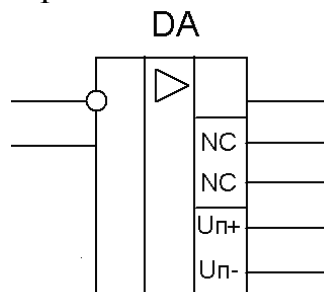

Рис. 1. Обозначение ОУ на схемах
Операционный усилитель (ОУ; англ. operational amplifier, OpAmp) — усилитель постоянного тока с дифференциальным входом, имеющий высокий коэффициент усиления [1, с. 118]. В настоящее время ОУ широко применяются в виде отдельных чипов и функциональных блоков в составе более сложных интегральных схем. На основе ОУ можно построить различные электронные узлы, характеристики которых определяются в основном цепями обратной связи. Такая особенность ОУ существенно упрощает проектирование электронных схем. Обозначение ОУ на схемах показано на рис. 1.
На рис.1 с левой стороны инвертирующий (сверху) и неинвертирующий входы. С правой стороны - выход (сверху), выводы коррекции (NC), выводы питания ($U_{п+}$, $U_{п-}$). Часто на схемах можно встретить другие обозначения, показанные на рис 2.